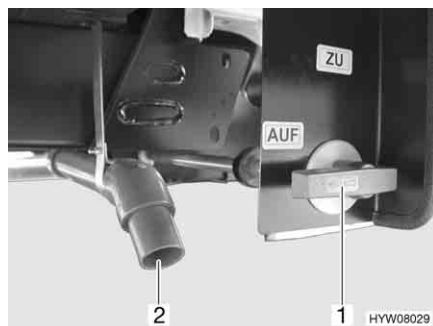

Fig. 161 Leva di comando e tubo di scarico del serbatoio delle acque grigie
Per lo scarico delle acque grigie, a seconda del modello, sul lato destro o sinistro del veicolo si trovano un rubinetto di scarico (Fig. 161,1) e un tubo di scarico (Fig. 161,2) con collegamento per il tubo di gomma per lo scarico.
- Fissare il tubo di gomma per lo scarico al tubo di scarico (Fig. 161,2).
- Aprire il rubinetto di scarico. A questo scopo ruotare la leva di comando (Fig. 161,1) del rubinetto di scarico di un quarto di giro. La leva di comando è posizionata orizzontalmente oppure nel senso della lunghezza rispetto al tubo di scarico. Le acque grigie fuoriescono.
- Dopo il deflusso completo delle acque grigie, richiudere il rubinetto di scarico. A questo scopo ruotare la leva di comando (Fig. 161,1) del rubinetto di scarico di un quarto di giro. La leva di comando è posizionata verticalmente oppure trasversalmente rispetto al tubo di scarico.